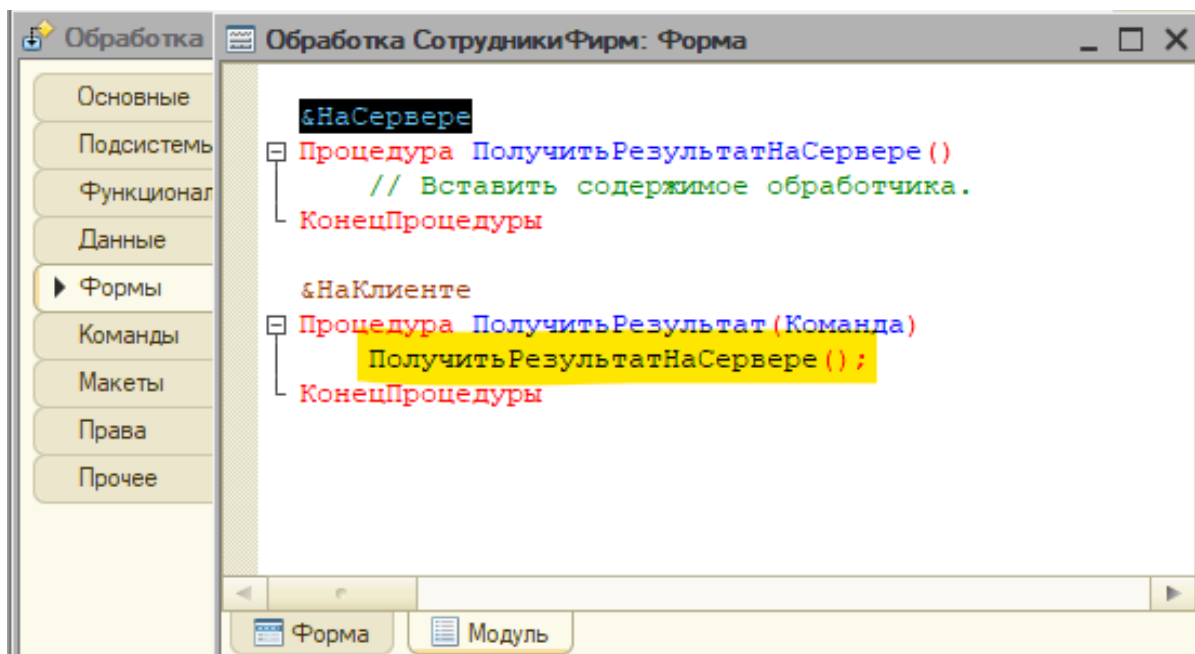

Рис. 5.40. Модуль формы обработки
9. После нажатия на кнопку ОК мы попадаем в модуль формы и видим, что процедура «&НаКлиенте» автоматически ссылается на процедуру «&НаСервере» (рис. 5.40).